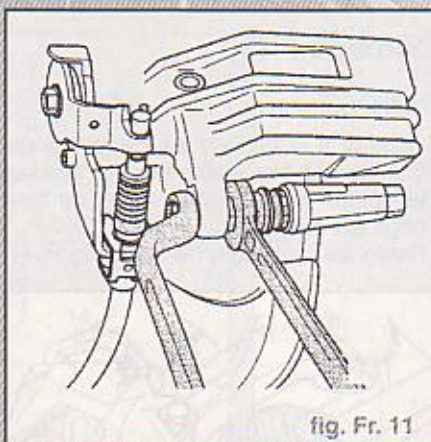

fig. Fr. 11
- Enfoncer le levier de frein (2) dans le sens de la flèche et décrocher le câble de frein à main (3).
- Dévisser les vis de fixation du boîtier d'étrier de frein en faisant contre-appui sur le pivot de guidage (Fig. Fr. 11).